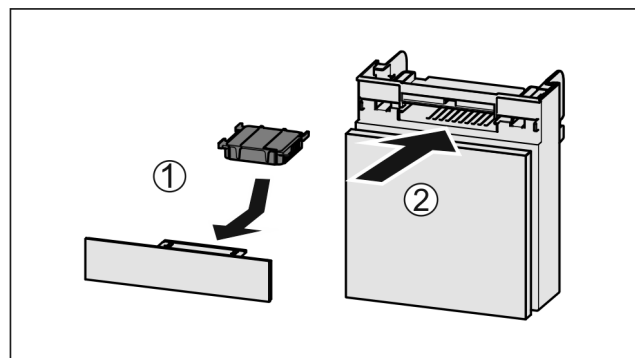

Fig. 136
- Установите фильтр с активированным углем, как показано на рисунке Fig. 136 (1).
- Вставьте отделение Fig. 136 (2).